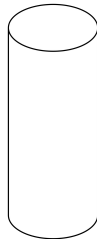

图 5 圆柱形障碍物示意图
- 9、E 区设置直径为 10cm,高为 50cm 的圆柱形障碍物，其摆放位置和数目随机，其示意图如图 5 所示。